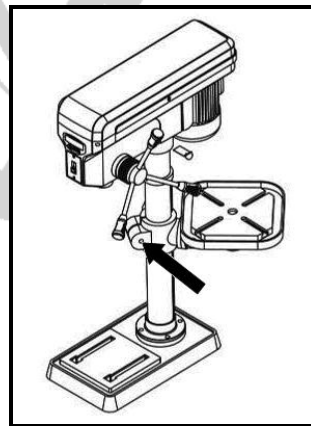

Abb. 17
- Werden größere Werkstücke bearbeitet, kann der Bohrtisch zur Seite gedreht werden. Lösen Sie dazu die Klemmschraube der Tischhalterung an der Säule. Der Tisch kann nun seitlich um die Säule gedreht werden um das Werkstück auf der Grundplatte aufzuspannen. (Abb.17)